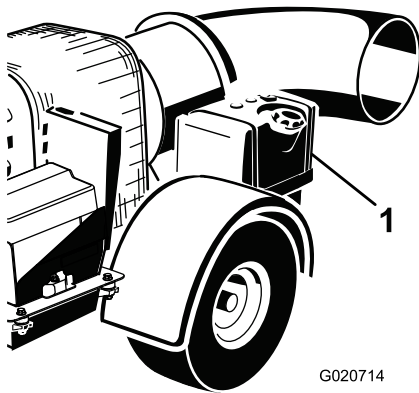

Figure 8
2. Nettoyez la surface autour du bouchon du réservoir de carburant et enlevez le bouchon (Figure 8).